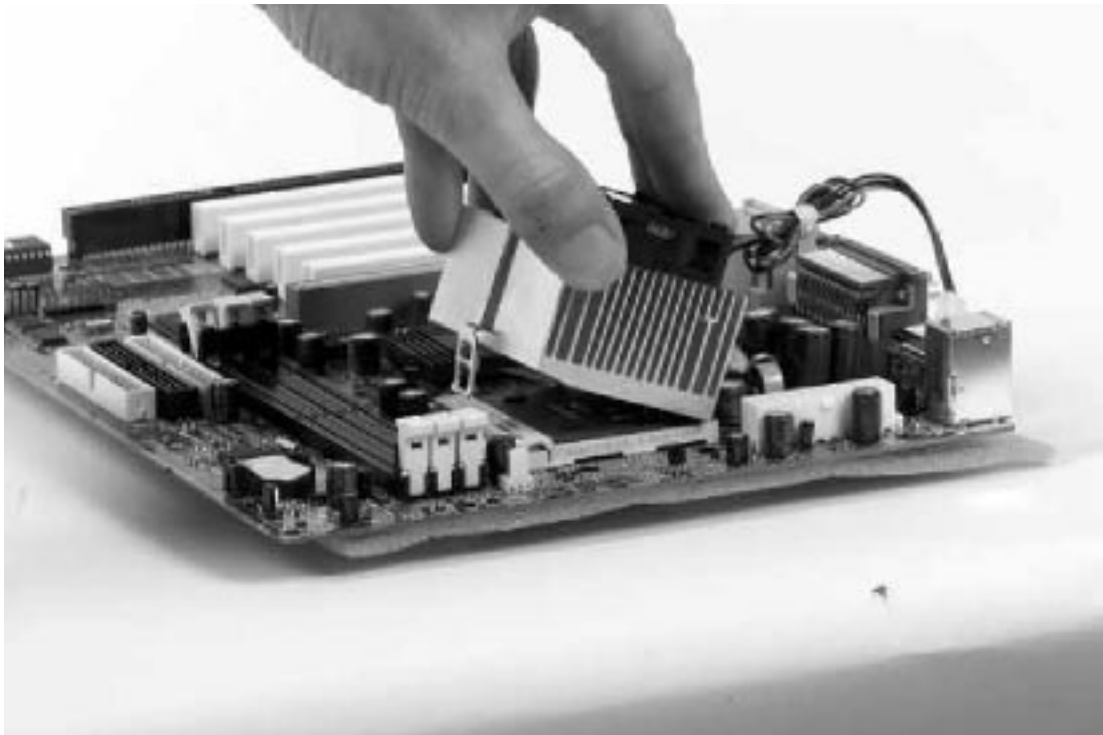

Figura 10. Il **MODO ERRATO** di installare un dissipatore per processore Procesador AMD Socket A.
10. La Figura 10 mostra la maniera **ERRATA** di installare il dissipatore. Non inclinare e spingere il dissipatore sul processore, poiché, così facendo, si aumentano le probabilità di spezzare il die del processore. Al contrario, installare il dissipatore con cura posizionando la sua parte inferiore quasi parallela alla superficie superiore del processore. Se il processore è stato correttamente installato, il dissipatore verrà a trovarsi sui quattro piedini di gomma. Il dissipatore verrà a contatto con il die del processore solo dopo che la clip sarà stata completamente installata e assicurata..